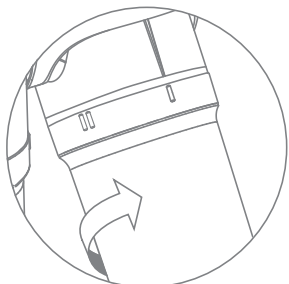

Рис. 6
5. Поворачивайте картридж по направлению стрелки (рис. 6) до тех пор, пока центральный указатель (А) на кронштейне фильтра и метка «II» (В) на картридже не защелкнутся на месте (рис. 7).